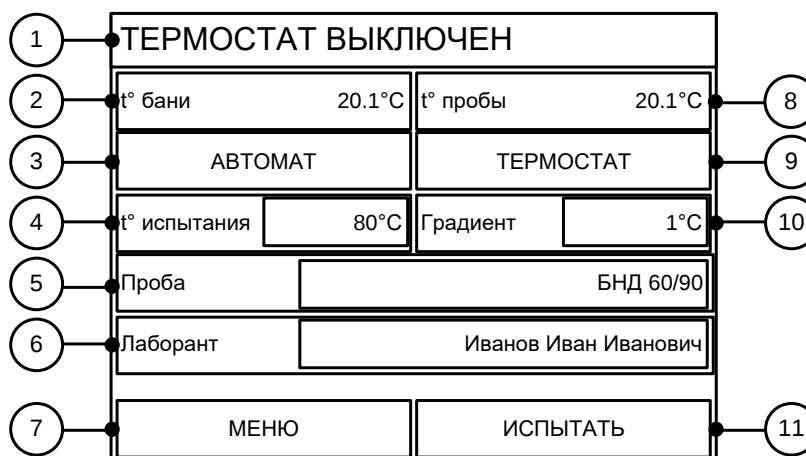

Рисунок 7 - Окно ожидания
- 3.3.2 Через 10 секунд или по нажатию кнопки **[ПРОДОЛЖИТЬ]** в нижнем правом углу стартового окна на дисплей выводится окно ожидания (см. рисунок 7).